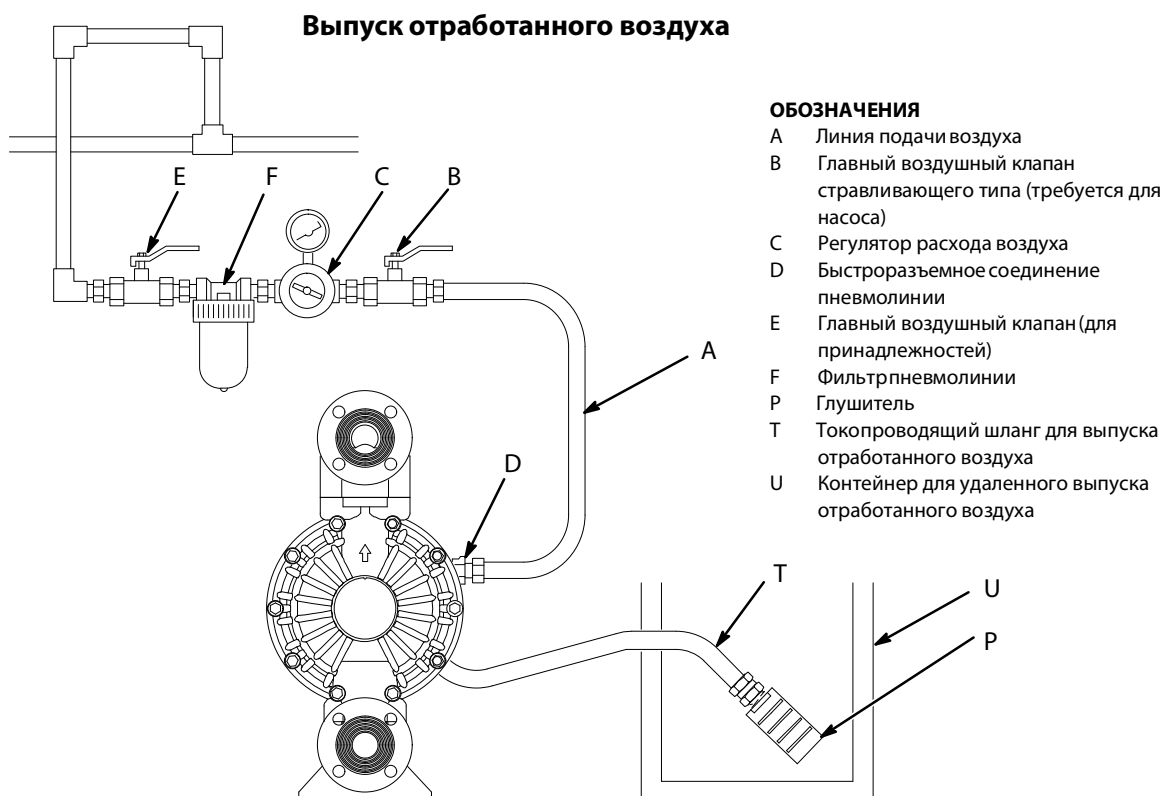

рис. 6.
Повреждение мембраны приведет к попаданию перекачиваемой жидкости в выпускаемый воздух. Для сбора жидкости установите подходящий контейнер на конце линии для выпуска отработанного воздуха. См. рис. 6.
1. Снимите глушитель (P) с отверстия для выпуска отработанного воздуха из насоса.
2. Установите токопроводящий шланг для выпуска отработанного воздуха (T) и соедините глушитель (P) с другим концом шланга. Минимальный размер шланга для выпуска отработанного воздуха внутренний диам. 19 мм (3/4 дюйма). Если необходим шланг длиной более 4,57 м (15 футов), используйте шланг большего диаметра. Не допускайте резких перегибов или изломов шланга. См. рис. 6. усилием 9 10 Н•м (8090 дюймо фунтов).
3. Для сбора жидкости на случай разрыва мембраны установите контейнер (U) на конце линии для выпуска отработанного воздуха.